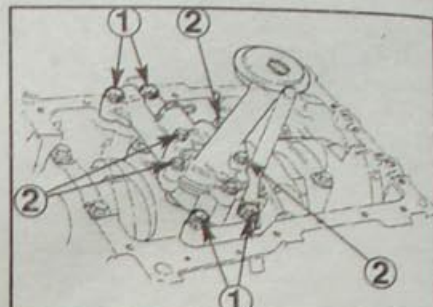

Рис. 1.84. Крепление масляного насоса на двигателе F3R 728:
- Установите масляный насос и закрепите болтами, затянув их требуемым моментом (рис. 1.84, 1.85).